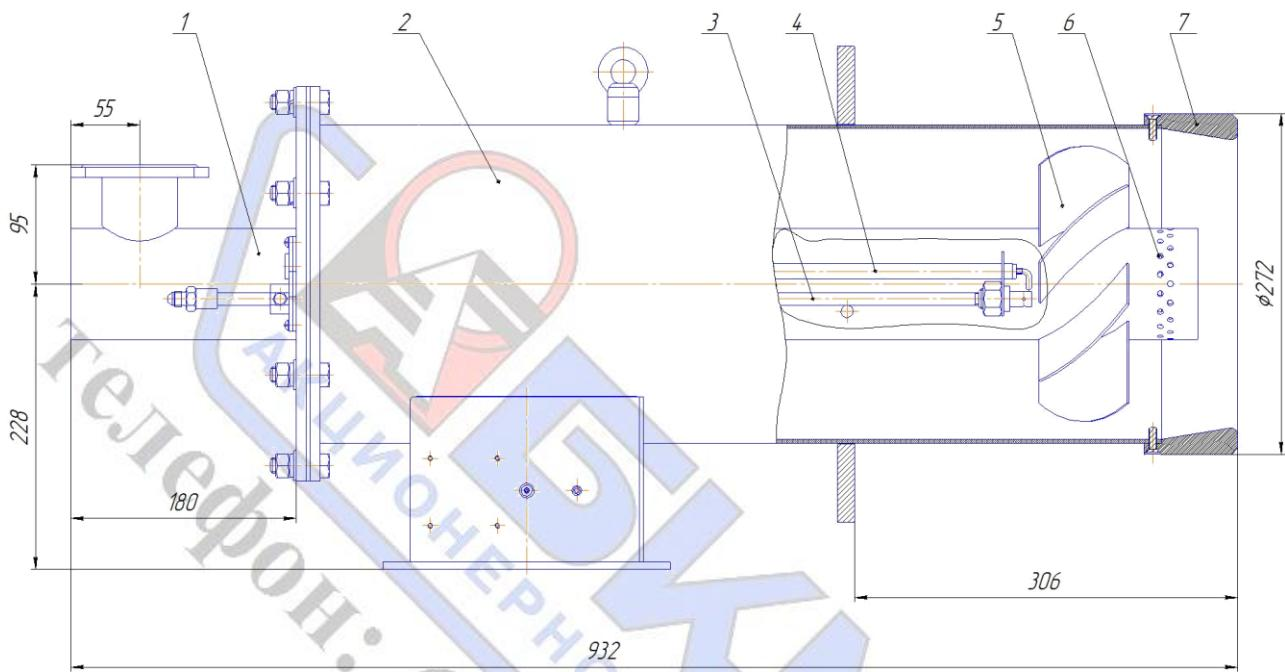

Рис.3
5.2. Горелка газовая рис.3 предназначена для образования газо-воздушной смеси, зажигания и стабилизации газового факела. Горелка газовая состоит из газохода 1, воздуховода 2. На газоходе закреплен запальник 3 с электродом розжига 4. На газоходе приварены лопатки (завихрители воздуха) 5 для наилучшего смешения воздуха и газа, выходящего через газовыпускные отверстия 6. Насадка 7 служит для стабилизации пламени.